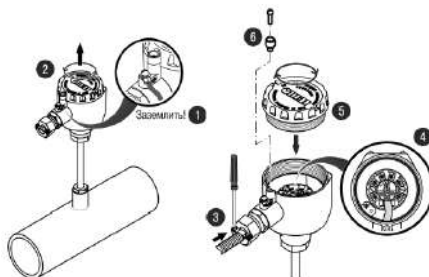

Рисунок 6.1 – Монтаж внешних электрических цепей (кабельный ввод показан условно)
4. Подключить внешние связи (см. рисунок 6.1) :